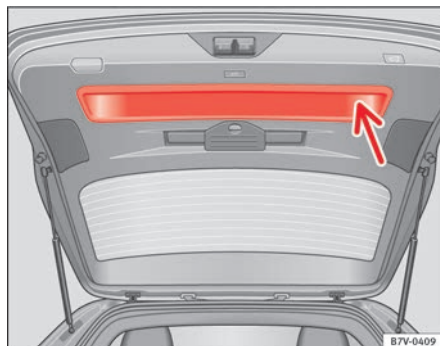

Fig. 55 Portón trasero abierto: cavidad para tirar.
- Agarre la cavidad del revestimiento interior del portón trasero ⇒ fig. 55 (flecha).